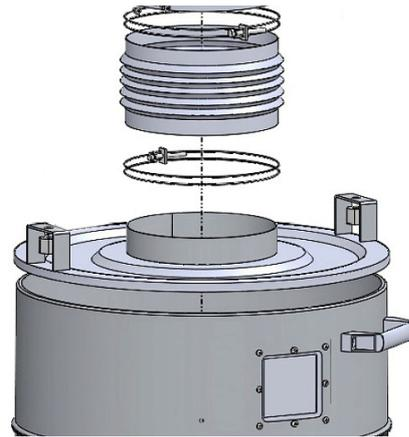

Abb. 12: Behälterabdeckung montieren
Schritt 8: Setzen Sie die Abdeckung auf den Behälter und Verbinden Sie sie mit einem flexiblen Schlauch mit dem Zyklontrichter (Abb.12).